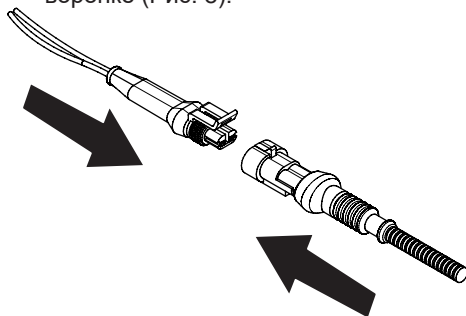

Рис. 8. Подключение аварийного выключателя
5. Соедините разъемы цепи аварийного выключателя зажигания (разъем проводов от двигателя и разъем проводов от выключателя на загрузочной воронке (Рис. 8)).